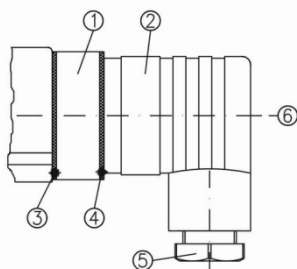

Fig. 7
- ↪ Desserrer la vis centrale ⑥ M3x35 et tirer la boîte de raccordement ② du connecteur sur l'instrument ① (→ Fig. 7). Tirer la vis centrale ⑥ de la boîte de raccordement ②.